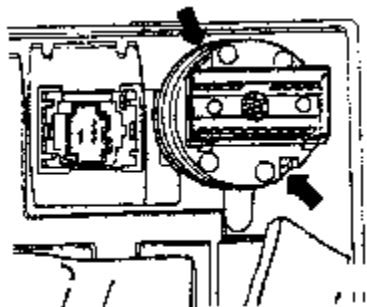

图 11-94 拆卸灯光开关
(1) 灯光开关的拆卸
①拆卸驾驶员侧仪表板外罩，断开并拔出连接插头。
②如图 11-94 所示。在灯光开关上压回侧面的止动销（图中箭头所示）。
③向前从仪表板饰盖的安装框中旋出灯光开关。